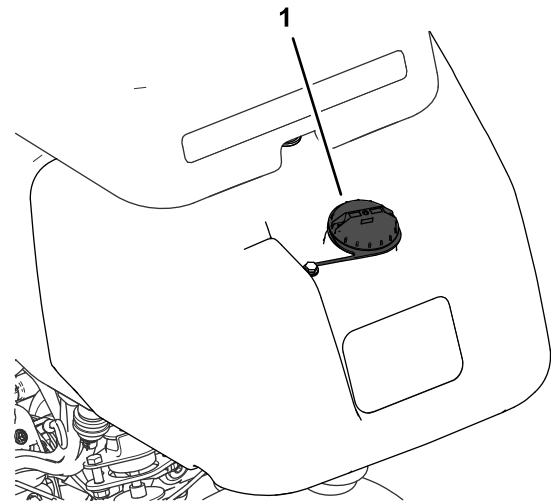

Figura 31
1. Limpie alrededor del tapón de combustible y retírelo (Figura 31).